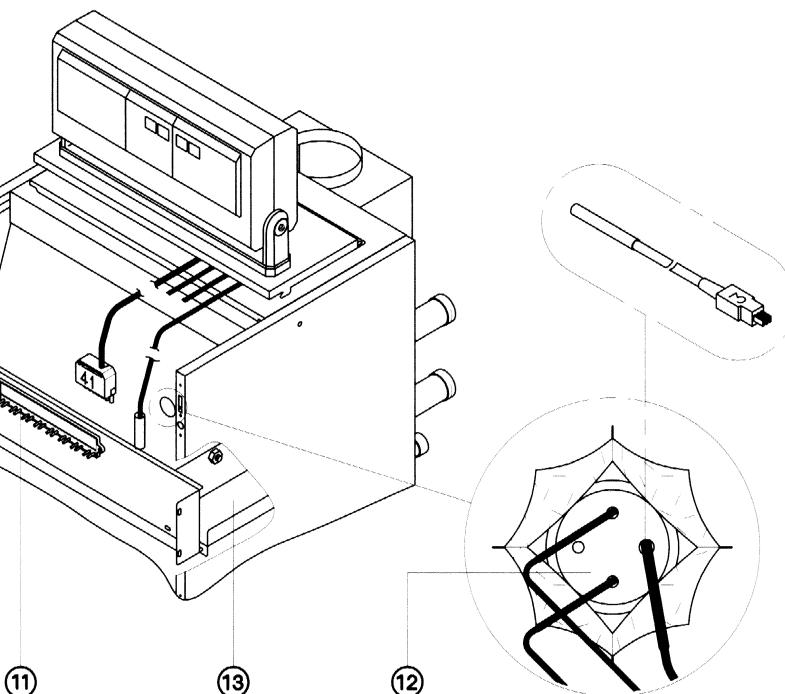

Рис. 6
19. Уложите провода в зажимы среднего листа кожуха котла. Излишнюю длину проводов разместите в кабельном канале **(13)** (рис. 6 на с. 7).